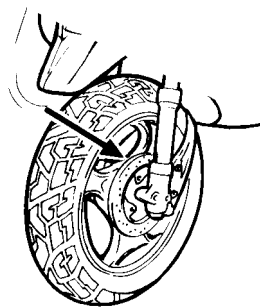

Fig. 28
- Para determinar el estado de uso de la pastilla del freno anterior es suficiente visionar la pinza de la parte anterior (como indica la flecha - Fig. 28).
- Pour vérifier l'état d'usure des plaquettes de frein avant, il suffit de regarder l'étrier par l'avant (comme indiqué par la flèche sur la figure 28).